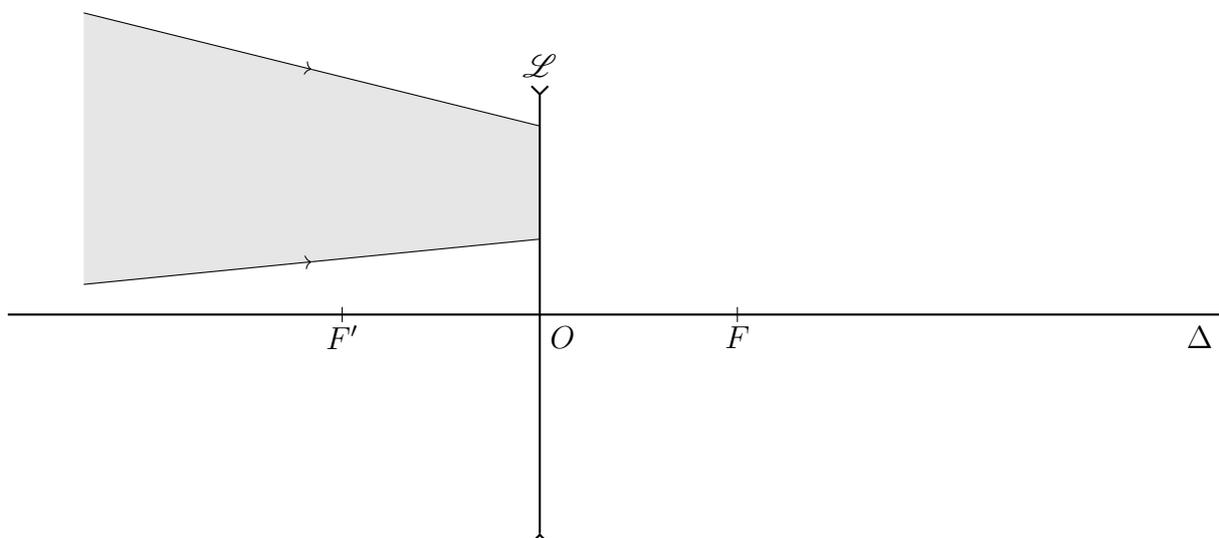

FIGURE 1 – Faisceau convergent arrivant sur une lentille divergente
- Q2. On considère un pinceau lumineux convergent arrivant sur la lentille divergente de la figure 1. Tracer sur l'annexe 1 à **rendre avec la copie** le pinceau lumineux au-delà de cette lentille.